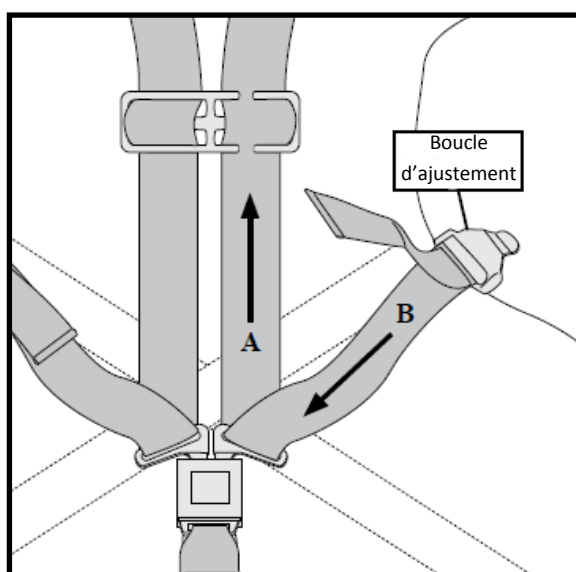

Figure 7 - Desserrez les sangles d'épaule
Pour desserrer les sangles, reportez-vous aux figures 7 et 8 et utilisez les procédures suivantes :
1. Saisissez la languette de réglage (voir figure 7) d'une main et tirez la sangle de torse (B) vers l'arrière à maintenant la languette avec l'autre main.
2. Maintenez la boucle centrale d'une main et desserrez la sangle d'épaule (A) en la tirant vers le haut avec l'autre main.
3. Faites pivoter le support vers les pieds du brancard pour faire correspondre la fente du support avec la tige de fixation du harnais sur le brancard et faites-le glisser. (voir figure 7)